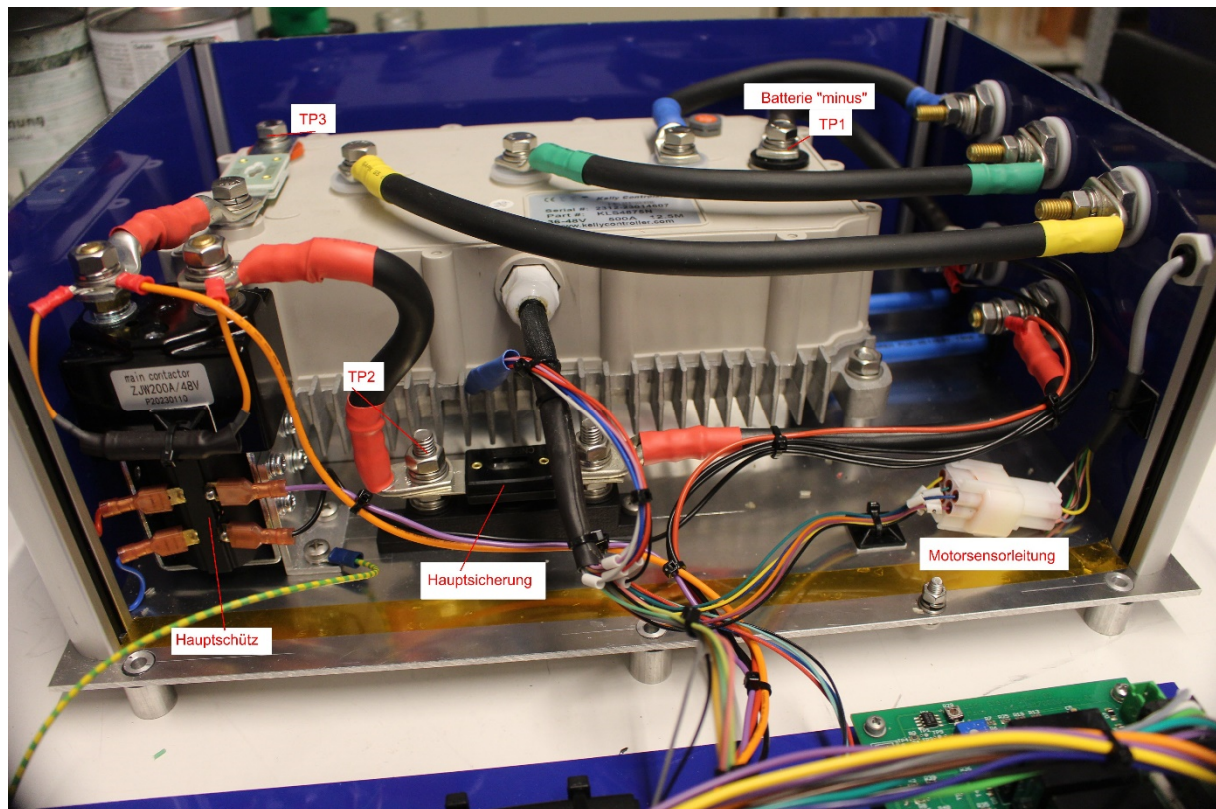

Abb. 32 MSG-48-10-FK
- messen Sie hierzu die Spannung zwischen TP1 (+) und TP2 (-), siehe Abb. 32 und 33.
- Hauptschütz schaltet ein: messen Sie die Spannung zwischen B+ (TP3) und B- (TP1) auf dem Steuergerät, siehe Abb. 32 und 33. Sollwert = 48V (Fahrbatteriespannung)